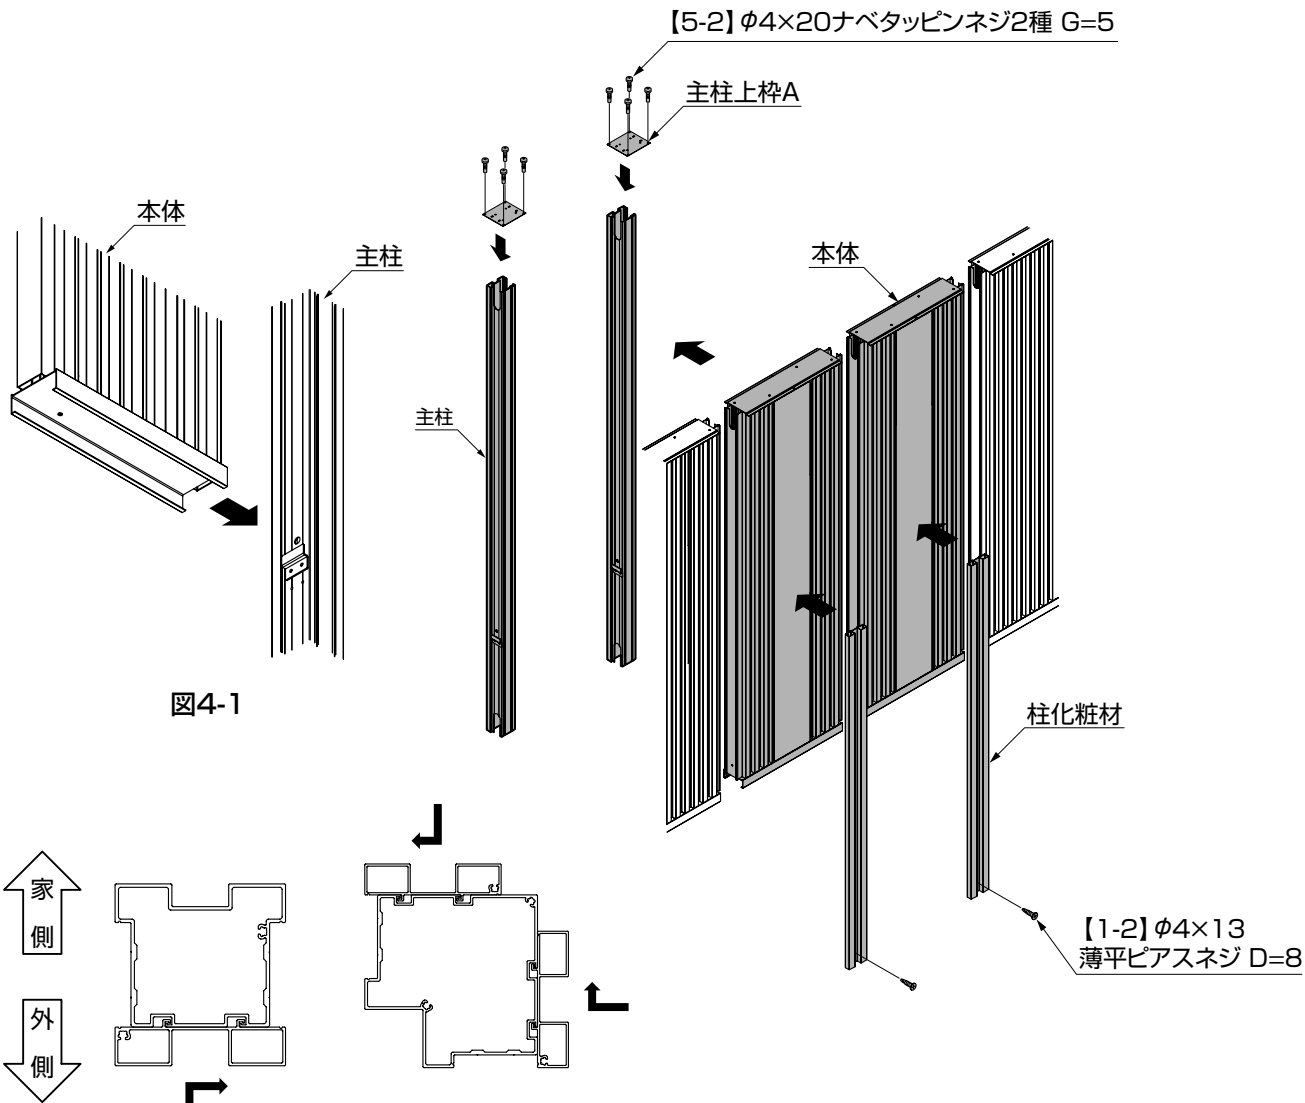

図4-2 主柱・角柱化粧材勘合図
- ② 柱に柱化粧材をはめ込んでください。(図4-2参照)
- ③ 主柱上枠Aを【5-2】で固定してください。
- ④ 柱化粧材を【1-2】，【5-2】で取付けてください。